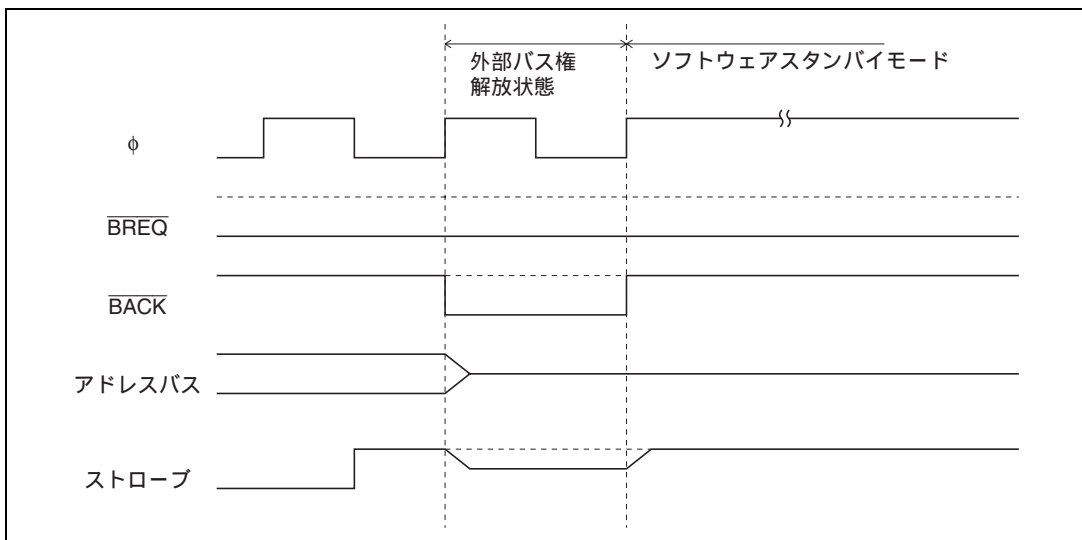

図 7.24 バス解放状態とソフトウェアスタンバイモードの競合
- (3) バスサイクルがウェイトステートの挿入により長く続く場合も、外部バス権解放状態と同様に、最初の要求が保持されます。
- (4) ソフトウェアスタンバイモードへ遷移するとき、外部バスマスタからのバス権要求が競合すると、ソフトウェアスタンバイモードへの遷移の直前に1ステートバス解放状態が発生することがあります(図7.24参照)。ソフトウェアスタンバイモードを使用するときは、SLEEP命令を実行する前に、BRCRのBRLEビットを"0"にクリアしてください。また、セルフリフレッシュモードへの遷移でも同様の競合により、ストローブ波形出力が保証されないことがあります。これもBRCRのBRLEビットを"0"にクリアすることにより防止できます。